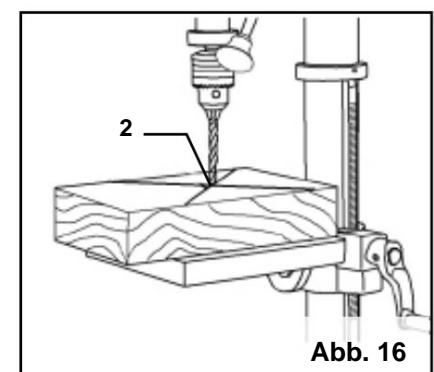

Abb. 16
3. Senken Sie den Bohrer bis zum Werkstück ab (Abb. 16 - 2). Die beiden Laserlinien sollten sich dort kreuzen, wo der Bohrer auf das Werkstück trifft.